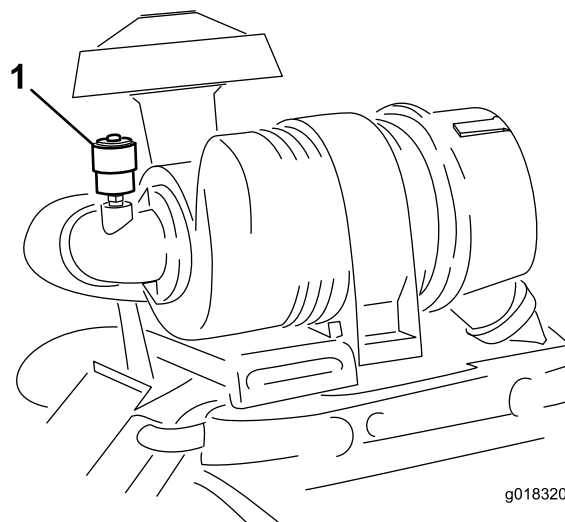

図 44
エア・クリーナの整備はインジケータ（図 44）が赤色になってから行ってください。早めに整備を行っても意味がありません。むしろフィルタを外したときにエンジン内部に異物を入れてしまう危険が大きくなります。
6. インジケータ（図 44）が赤になっている場合はリセットする。